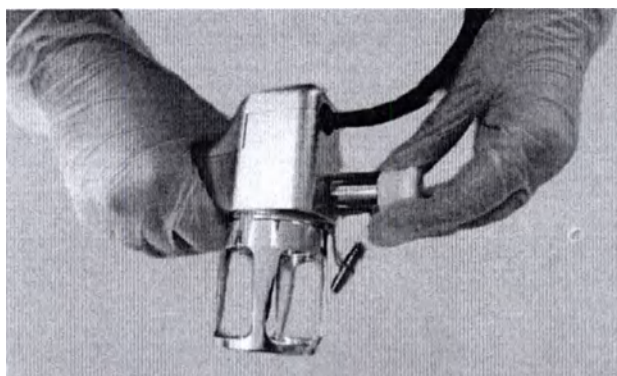

Рис. 3.21 – Защитный колпачок сканирующего манипулятора
3.4.2.1 Для подсоединения манипулятора к Прибору нужно снять защитный колпачок со сканирующего манипулятора, как показано на рис. 3.21.